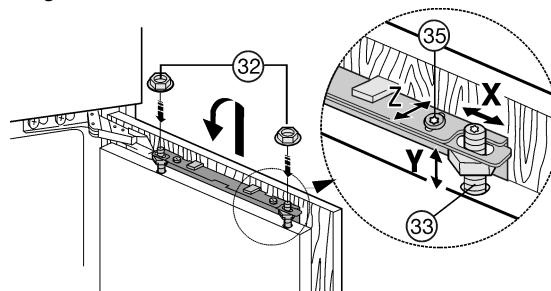

Fig. 21
- ▶ De kastdeur op de stelbouten Fig. 21 (33) inhangen en contramoeren Fig. 21 (32) losjes op de afstelbouten draaien.
- ▶ Kastdeur qua hoogte Y en qua zijwaartse helling uitlijnen: Stelbouten Fig. 21 (33) met een schroevendraaier afstellen.
- ▶ Contramoeren Fig. 21 (32) vastdraaien.